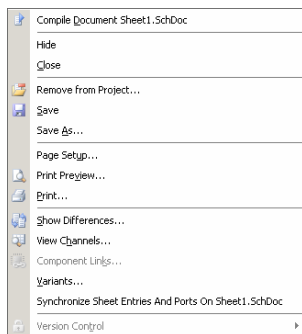

图 2.25 弹出的菜单
(1) 启动“Altium Designer”在“Projects”工作面板中的设计空间下拉列表中选择名为“ExampleWorkspace.DSNWRK”的设计空间，然后在项目下拉列表中选择名为“ExampPCB_Project.PrjPcb”的项目。
(2) 选择“File”->“New”->“Schematic”命令，或者单击“Project”按钮，在新建的项目文件上单击右键，在弹出的菜单中选择“Add New to Project”->“Schematic”命令，新建一个默认名为“Sheet1.SchDoc”的原理图文件，自动进入原理图编辑界面。
(3) 在主菜单中选择“File”->“Save As...”命令或者在“Projects”工作面板中的原理图文件名称上单击右键，在如图 2.25 所示的弹出菜单中，选择“Save As...”命令，打开“Save [Sheet1.SchDoc]As...”对话框，在“Save [Sheet1.SchDoc]As...”对话框的“文件名”编辑框中输入需要更改的文件名“ExampleSheet”，单击“保存”按钮。将文件更名为“ExampleSheet.SchDoc”。